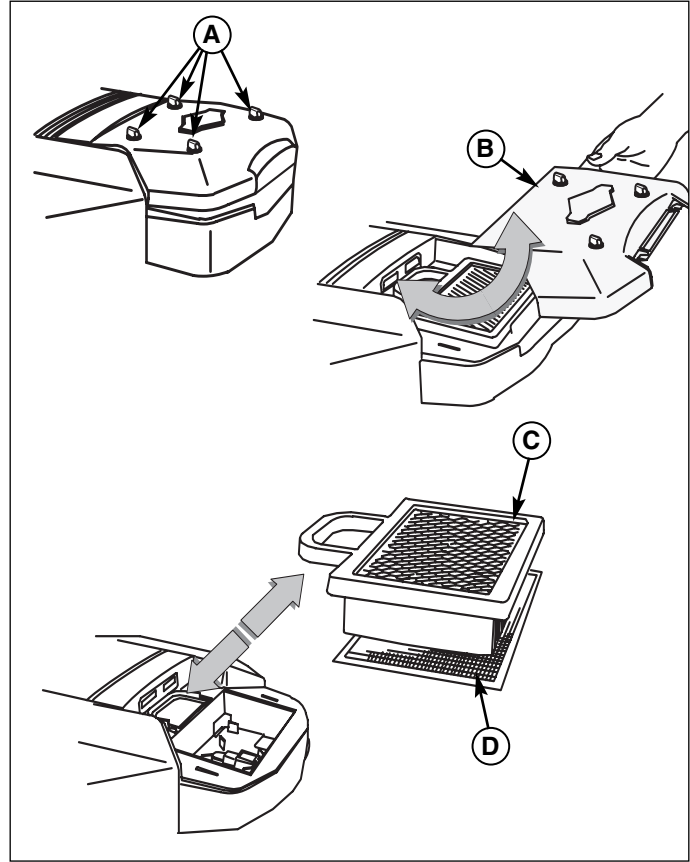

Figure 31. Système de filtrage d'air - modèles Briggs & Stratton à deux pistons
1. Dévisser les quatre boutons (A, Figure 31) en les tournant vers la gauche.
2. Déposer le capot (B). Déposer le filtre (C) et le pré-dépoussiéreur (D).
3. Poser le pré-dépoussiéreur (D) avec le côté tamis vers le haut. Poser le filtre (C) comme sur l'illustration.
4. Poser le capot (B) en veillant à engager les languettes dans les rainures correspondantes. Fixer en vissant les quatre vis à fond.